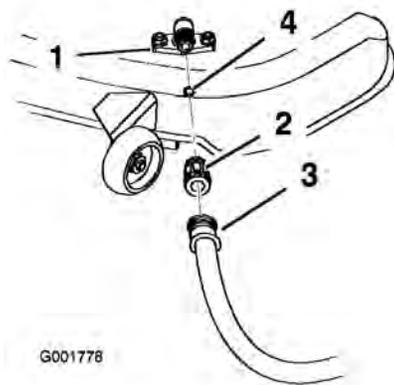

Figura 55
4. Conecte el acoplamiento de la manguera al extremo del conector de lavado del cortacésped, y abra el grifo al máximo (Figura 55).